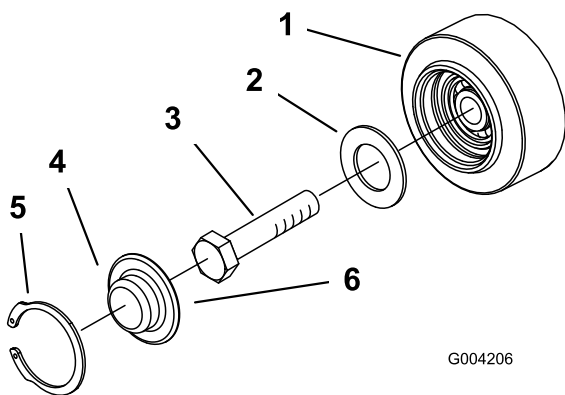

Figura 48
3. Rimuovere l'anello elastico e il tappo da una ruota non motrice (Figura 48).
4. Controllare il grasso sotto il tappo e attorno alla guarnizione (Figura 48). Se risulta sporco, sabbioso o consumato, eliminarlo completamente, sostituire la guarnizione e applicare del grasso nuovo.
6. Collocare il tappo ingrassato della ruota non motrice sulla testa del bullone (Figura 48).
7. Fissare il tappo della ruota con l'anello elastico (Figura 48).